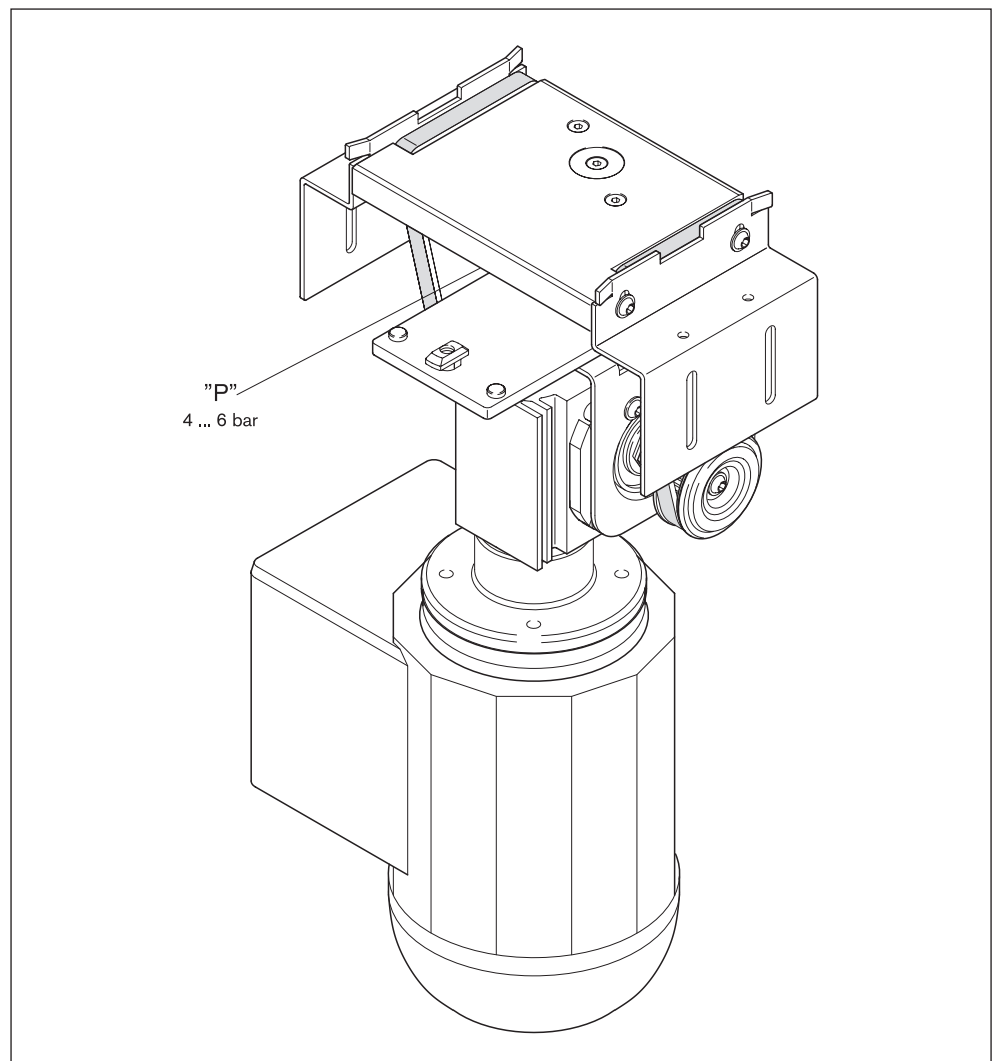

图 12
- ▶ 通过插入式连接（管外径 4 mm）将压缩空气接口 "P" 连接到可旋转的旋转弯头连接件（图 12），再连接到相关的开关阀或维护单元。